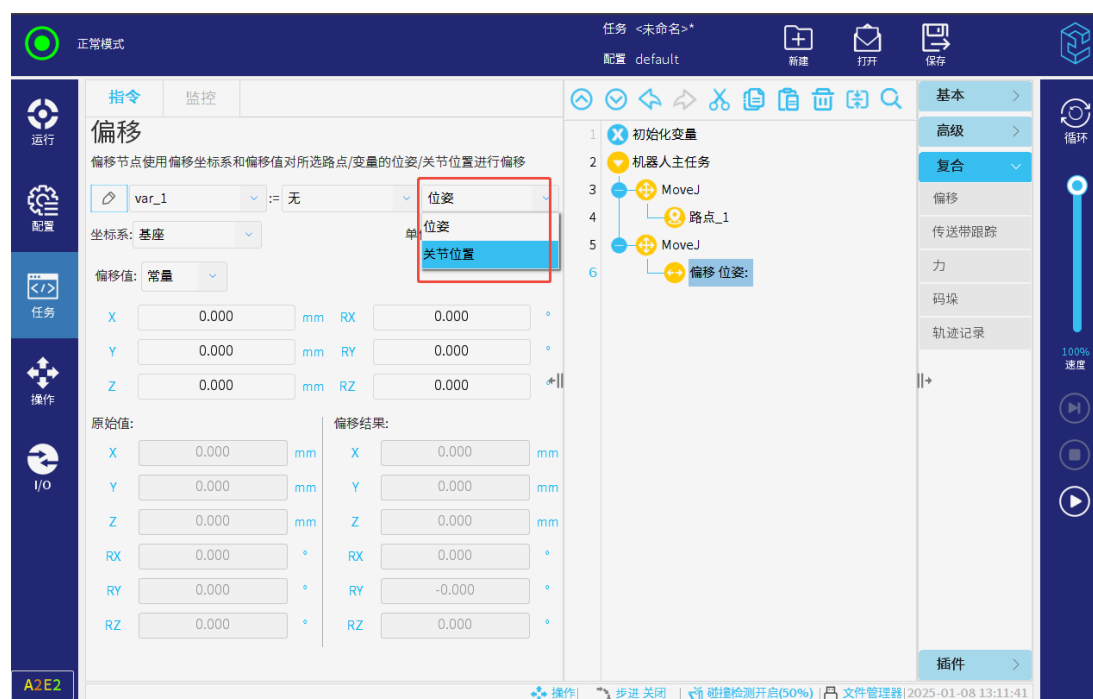

图 3-114: 选择路点的引用数据类型
- 若数据源为路点，则点击最后一个下拉框，针对所选路点选择位姿或关节位置，作为引用数据类型，如图 3-114 所示。